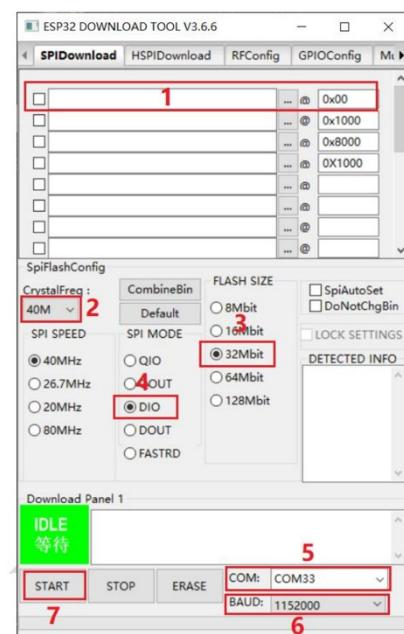

图 4 (Fig.4)
- 如右图 4 (Fig.4) 所示: 在 1 处选择要烧录的固件路径, 地址通常为 0X00, 设置好后记得在前面打上勾勾; 在 2 处选择系统时钟为 40MHz; 在 3 处选择 Flash 的大小为 32Mbit; 在 4 处选择 SPI MODE 为 DIO 模式; 在 5 处选择当前板卡在电脑所识别的端口号; 在 6 处选择串口波特率 (值越大下载固件的速率越快, 最大支持 1152000bps);